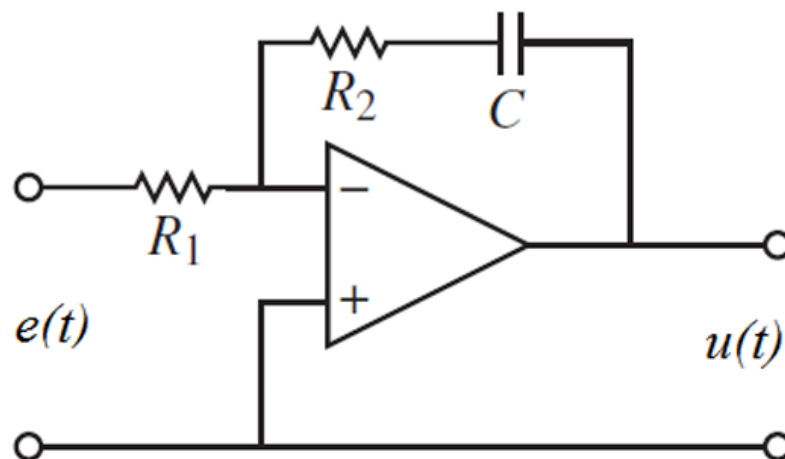

Рисунок 8 – ПИ регулятор на ОУ
4. Ошибка управления поступает на ПИ-звено (Рисунок 8). Так как сигнал ошибки смещен V_{div2} , необходимо сместить ноль ПИ регулятора на то же напряжение, подав V_{div2} на неинвертирующий вход ОУ. Управляющее напряжение: